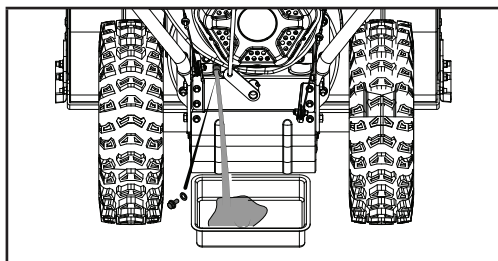

Figure 19
3. Enlevez le boulon de vidange et videz l'huile dans le contenant en inclinant légèrement le moteur dans la direction de la jauge d'huile (figure 19).